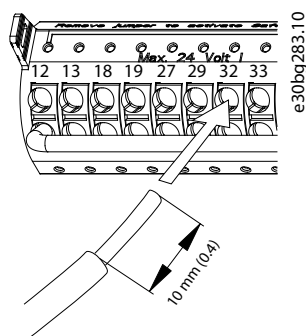

Ilustración 5.19 Conexión de los cables de control rígidos
- Si el cable es rígido, inserte el cable pelado en el contacto. Consulte la *Ilustración 5.19*.